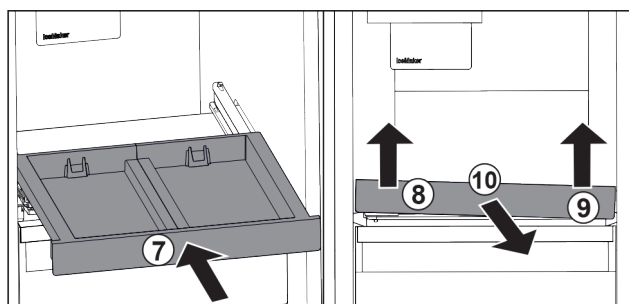

Fig. 101
- Wsuwać wysuwana półkę. Fig. 101 (7)
- Unieść wysuwana półkę z przodu po lewej. Fig. 101 (8)
- Unieść wysuwana półkę z przodu po prawej. Fig. 101 (9)
- Wyjąć wysuwana półkę do przodu. Fig. 101 (10)